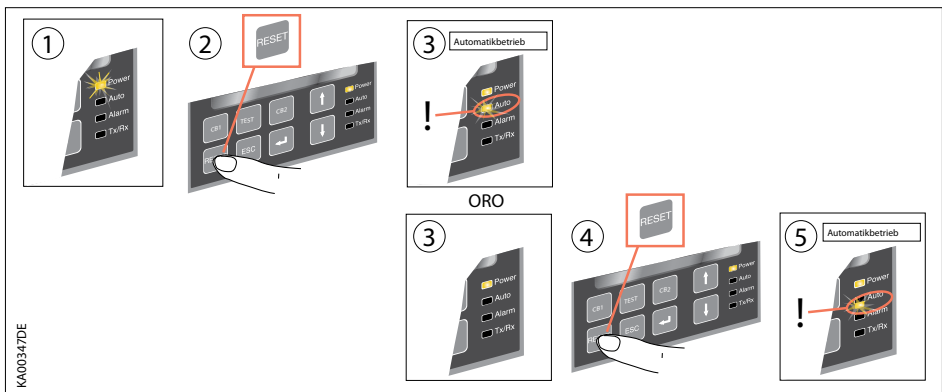

Abbildung 4.4 Wahl des Automatikbetriebs für das automatische Netzumschaltgerät ATS022
- Sicherstellen, dass die LED Power aufleuchtet, siehe Abbildung 4.4/①
- Die Taste RESET einmal drücken/②.
- Wenn die LED Auto sich im Zustand ON befindet, ist das automatische Netzumschaltgerät ATS022 im Automatikbetrieb /③.
- Wenn die LED Auto sich im Zustand OFF befindet, erneut die Taste RESET/④. drücken, die LED Auto schaltet dann auf den ON-Zustand um /⑤ und das automatische Netzumschaltgerät ATS022 ist im Automatikbetrieb.